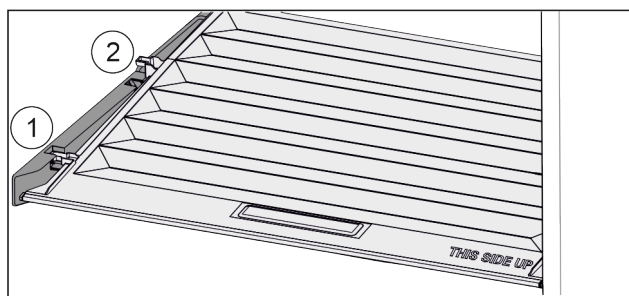

Fig. 128
- Vytáhněte víko dopředu až k otvoru v přídržných dílech Fig. 128 (1).
- Vzádu zespuďte nadzvedněte a vyjměte směrem nahoru Fig. 128 (2).